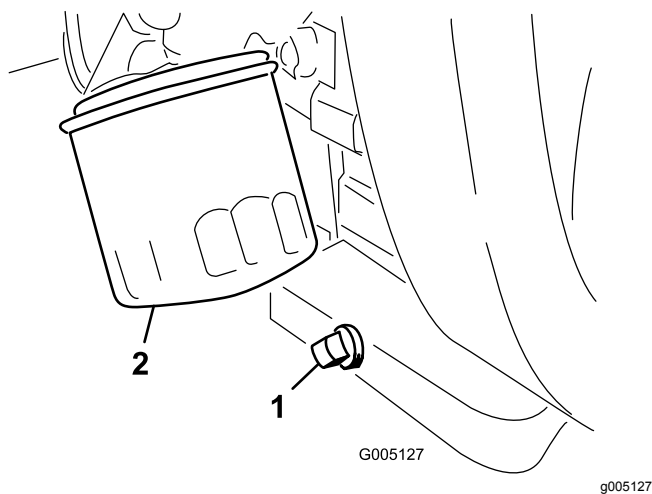

Figura 27
1. Retire o tampão de escoamento (Figura 27) e deixe o óleo escorrer para um recipiente adequado.
2. Limpe os roscados do tampão de escoamento, aplique vedante PTFE e coloque o tampão de escoamento (Figura 27).
3. Retire o filtro do óleo (Figura 27).